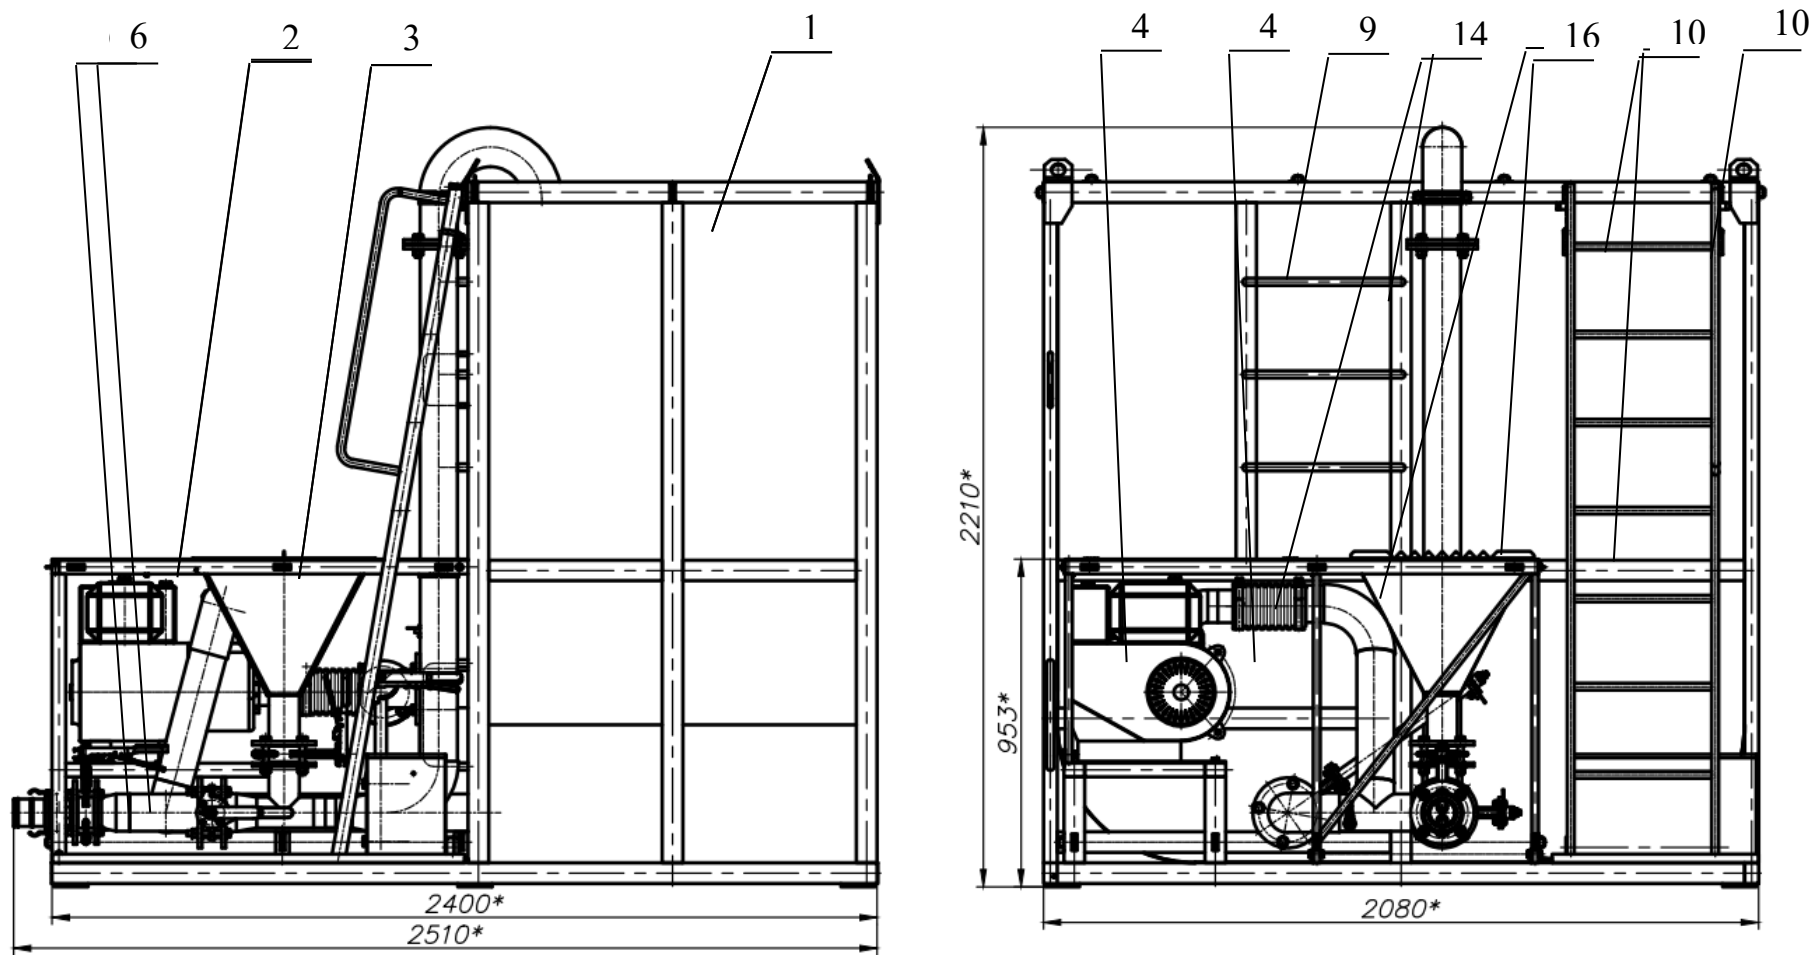
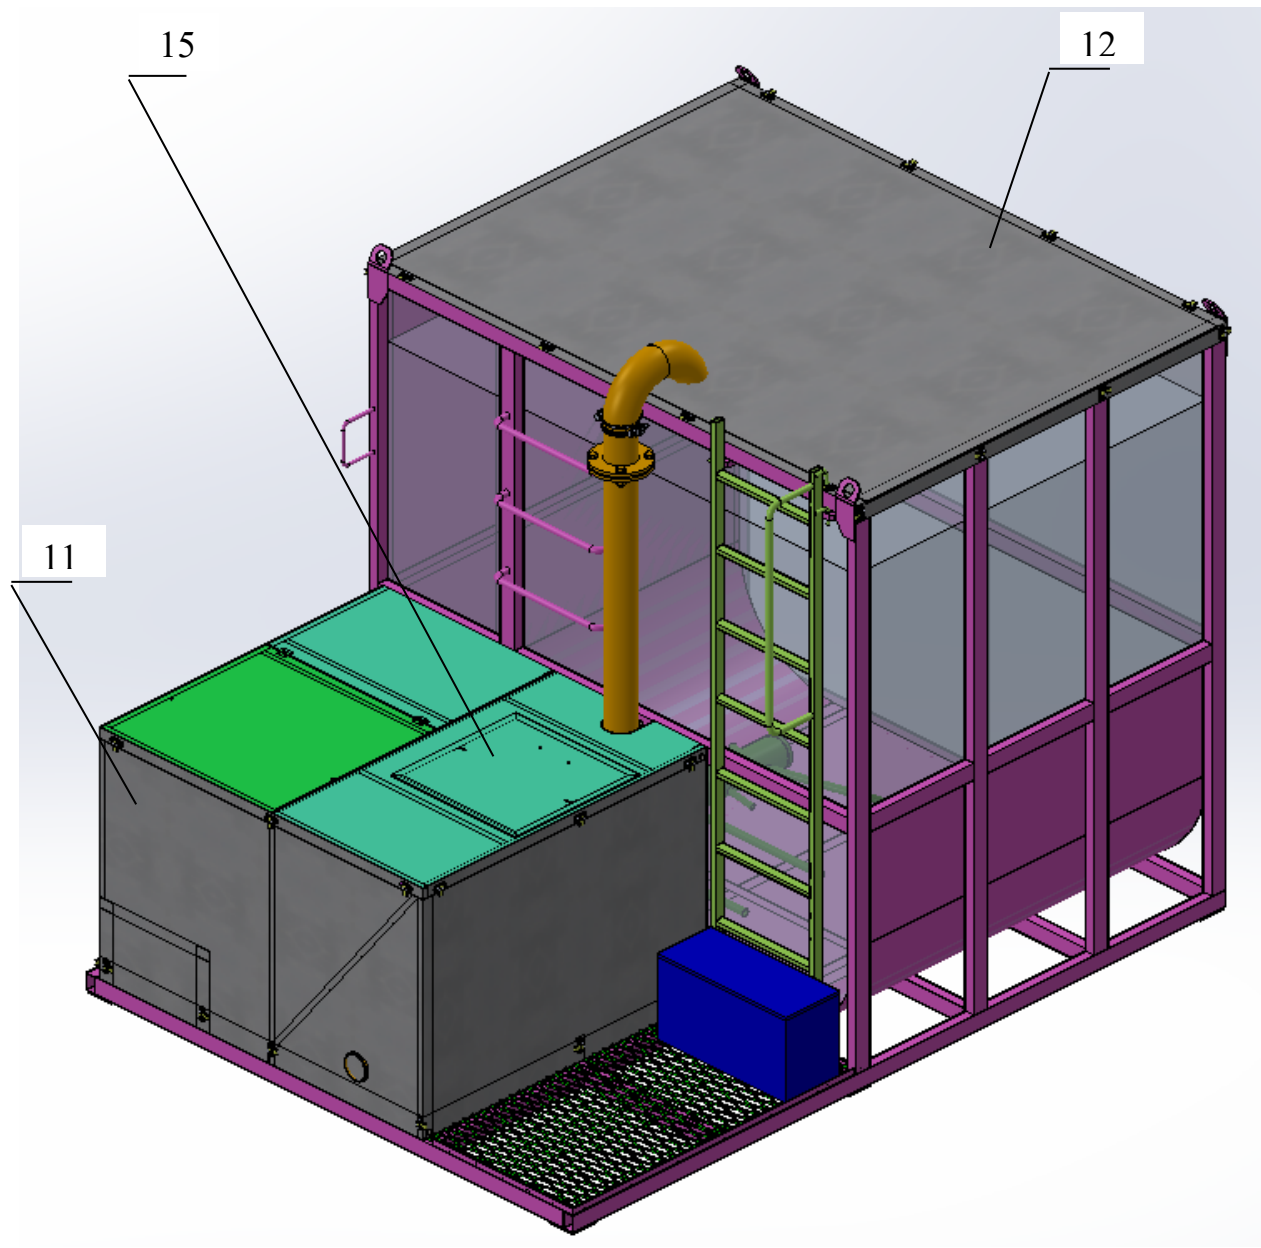

Рис. 2. Насосно-смесительный узел.
Рис. 3. Насосно-смесительный узел.
Установка смесительная (Рис. 1 и Рис. 2) состоит из:
11. Ограждение блока тентовое - 1 компл.; (Рис. 3)
12. Крышка бака тентовая – 1 компл.; (Рис. 3)
15. Крышка воронки – 1 шт.; (Рис. 3)
Установка состоит из корпуса бака 1 (см. Рис. 1, Рис. 2, Рис. 3) общим объемом 4,3 м³ и насосного модуля 2, размещенного на основании корпуса бака.